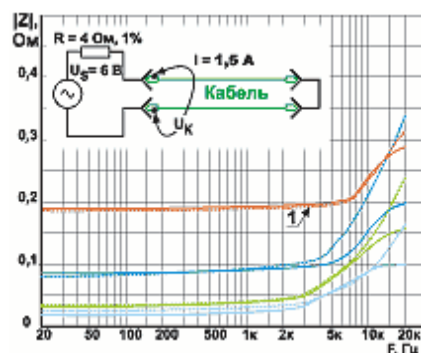

Рис.2. Сопротивление акустических кабелей. Схема и результаты измерений для кабелей различных типов
**Сопrotивление.** Есть и собственные свойства кабеля, которые можно исследовать с помощью простого вольтметра, - это сопротивления проводов и контактов. Оказалось, что в пределах звукового диапазона частот сопротивление кабеля может измениться почти на порядок: от 0,02 до 0,2 Ом. Не удалось достоверно определить, является ли рост сопротивления с частотой следствием индуктивности кабеля, или других причин, но объективные различия между кабелями очевидны, это иллюстрирует рисунок 2. По звуку, кстати, выигрывали те провода, у которых изменение сопротивления меньше - лучший обозначен на рисунке цифрой 1. Обратите внимание и на еще один факт: на рисунке сплошной линией и пунктиром показаны зависимости сопротивления от частоты для двух образцов одного и того же кабеля. Чем меньше расхождение, тем лучше звук.